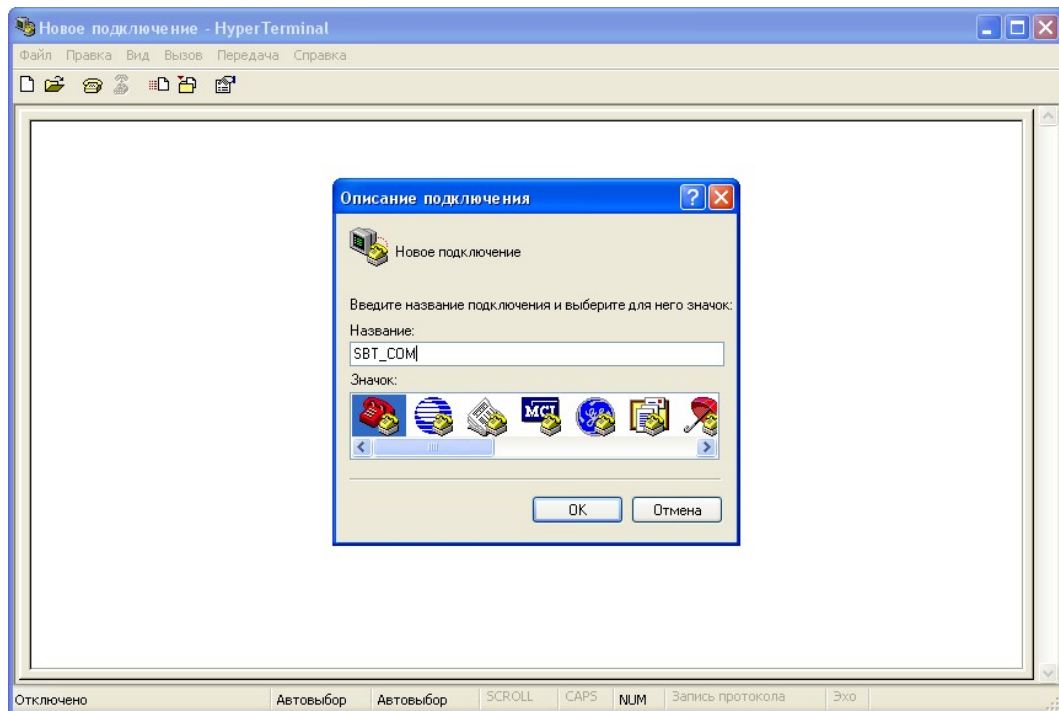

Рисунок 2.
- 1.4. Запустить “Hyper Terminal” - стандартный эмулятор терминала в Windows. Создать новое соединение, например, “SBT_COM” (Рисунок 2).